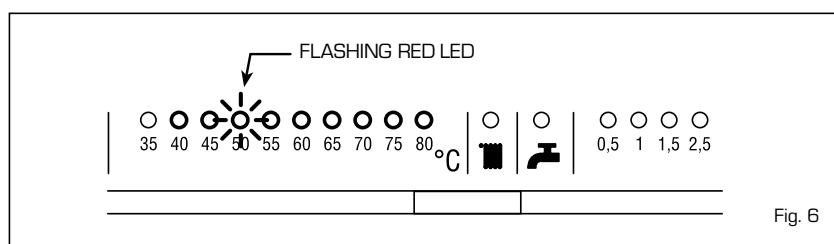

Fig. 6
– **Other anomalies** (fig. 6)